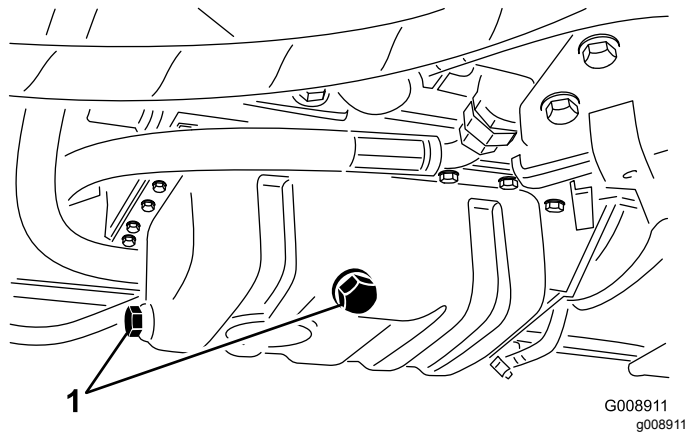

Figura 49
- Togliete il tappo di spurgo (Figura 49) e lasciate defluire l'olio in una bacinella.